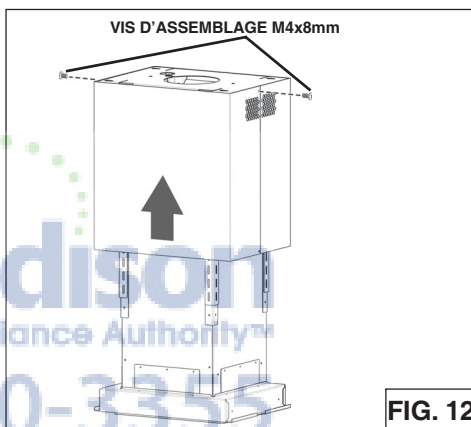

FIG. 12
3. Attaché le **conduit supérieur** pour le châssis de support supérieur avec les vis de montage de M4x8mm (Fig.12).
5. Attachez le tuyau supérieur pour le châssis de support supérieur par des vis de montage M4x8mm (Fig.12).